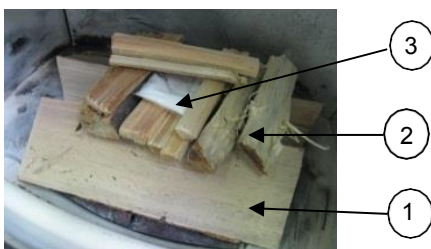

Fig. 5: Antes del encendido
Presión de los humos en el encendido Para el funcionamiento correcto y seguro de la estufa, debe verificarse que la chimenea produzca suficiente tiro, debe verificarse en particular al comienzo de cada temporada (después del verano) y fuera de temporada (en caso de fuertes vientos, por ejemplo). Si el tiro en la chimenea no es suficiente, simplemente queme un poco de papel o leña para calentar primero la cámara de combustión y la chimenea. La entrada de aire de combustión no debe estar obstruida. Abra completamente el tirador para la entrada de aire de combustión (ver. fig.7). Coloque de 2 a 3 leños (total aprox. 1,3kg) transversalmente en la parte inferior de la cámara de combustión (1) con suficiente distancia entre sí (mínimo unos 2 cm). Coloque encima algunas astillas de leña (aprox. 0,5kg) (2). Luego coloque un encendedor en el medio y encienda (3) (ver imagen 5). Es mejor dejar quemar esta carga sin modificar la posición de la palanca de entrada de aire.